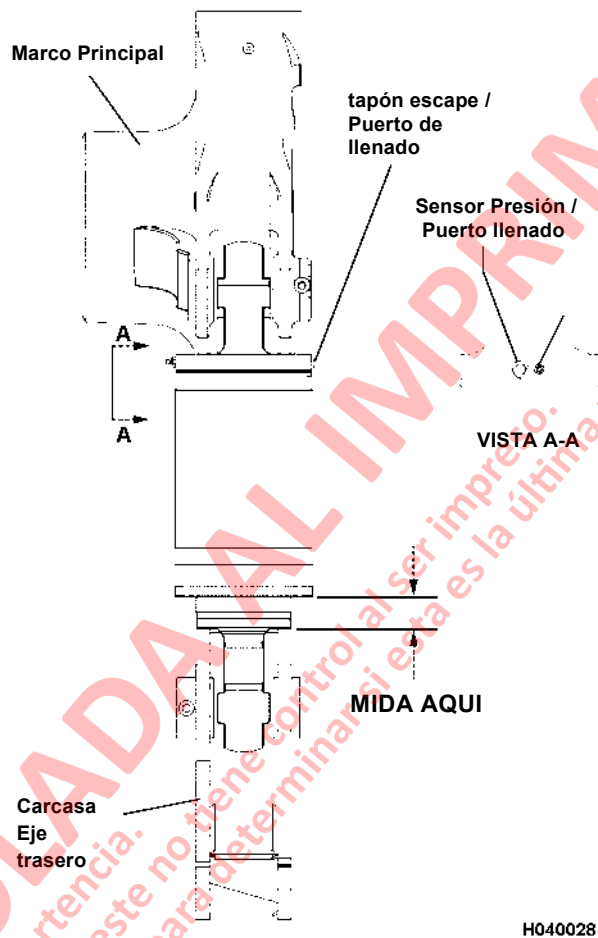

FIGURA 4-5. SUSPENSION TRASERA
4. Saque el tapón de purga, el sensor de presión y la válvula de carga (ver Figura 4-5). Use una de las lumbreras abiertas para llenar la suspensión con aceite limpio Hydrair® (con 6% de modificador de fricción).
4. Cargue las suspensiones con gas nitrógeno a 38 mm (1.5 in.) por sobre la altura de carga que se muestra en la Figura 4-5..
5. Libere lentamente el gas hasta que las suspensiones coincidan con la presión que se especifica en la Tabla bajo la Figura 4-5.